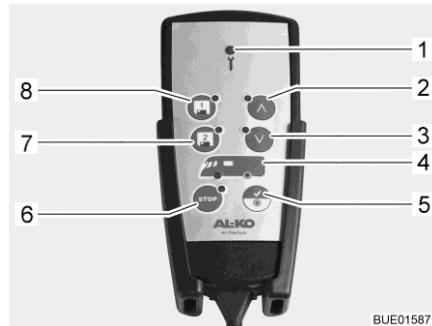

Fig. 14 Telecomando (sospensione pneumatica)
- Avviare l'accensione. La spia di controllo (Fig. 14,1) si accende brevemente.
Se il LED per l'asse posteriore (Fig. 14,4) si accende, il veicolo ha raggiunto il livello di marcia.